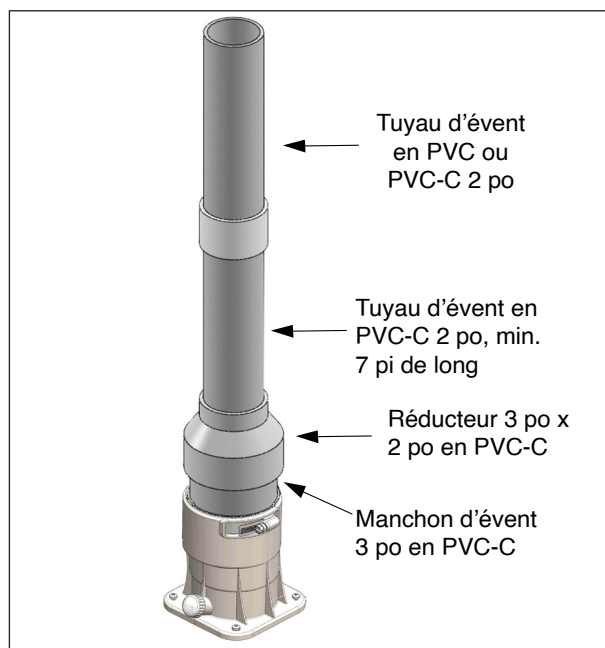

Fig. 21 - Installation verticale, système d'évent en PVC/PVC-C de 2 po (60 mm)
3. Utilisez un réducteur de 3 po (80 mm) x 2 po (60 mm) pour réaliser la transition de l'évent PVC-C/PVC de 2 po (80 mm); consultez les figures 21 et 22.